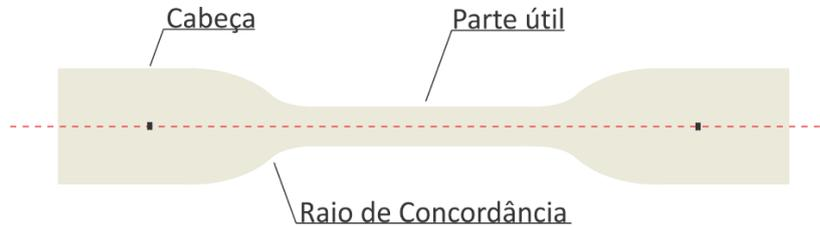

Figura 1 – CP em formato de gravata para ensaio à tração.
Na Tabela 3 anotar a largura (L) e a espessura (E) da parte útil de cada corpo de prova, calculando a seção útil de ensaio. A marcação do vão livre de ensaio no CP deve coincidir com a posição das garras da prensa (45 mm), conforme ilustrado na Figura 1